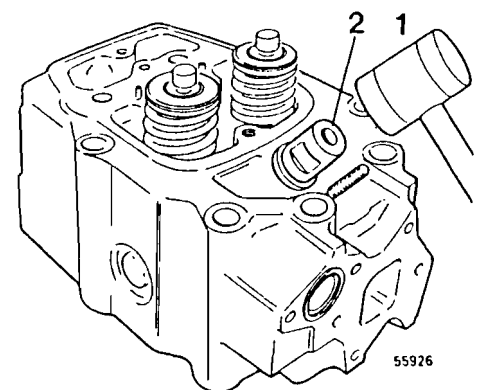

Fig. 87
- 17 Introducir el anillo de acero en la herramienta 6647, pero sin el vástago y el macho de abocardar. Introducir con cuidado el anillo de acero golpeando con un mazo de plástico, véase la fig. 87.